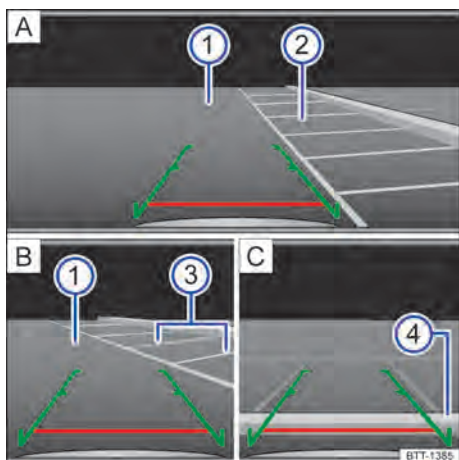

Fig. 105 Exibição do display do sistema do rádio: estacionar com a câmera de marcha a ré.
Legenda para → Fig. 105:
- Posicionar o veículo na frente da vaga de estacionamento → Fig. 105 ② [A].